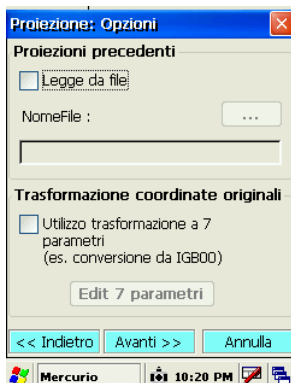

fig.88a
4. dalla finestra Proiezioni precedenti fig. 88a premere il tasto **Avanti>>**